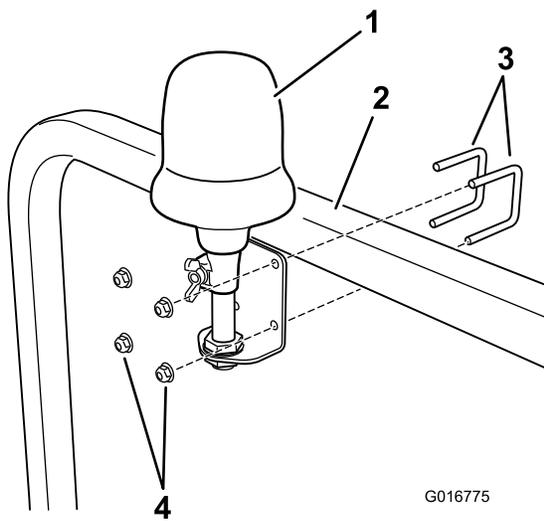

図 3
3. ROPSのバーにビーコンブラケットを取り付けて確実に固定する；付属品の U ボルト2本とロックナット4 個を使用する (図 3)。